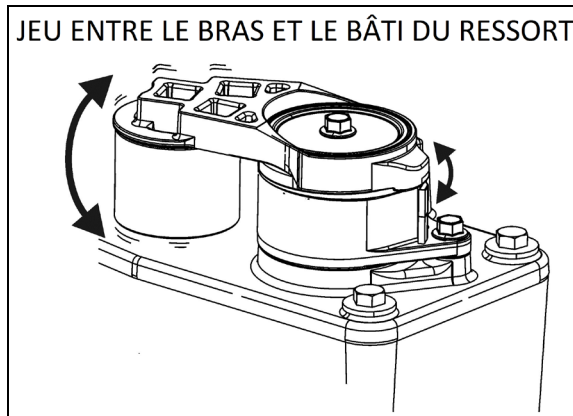

FIGURE 25 : VÉRIFICATION DE L'USURE DE LA BAGUE
2. Relever le bras du tendeur automatique de courroies et vérifier s'il y a un jeu entre le bras et le logement de ressort (FIGURE 25).